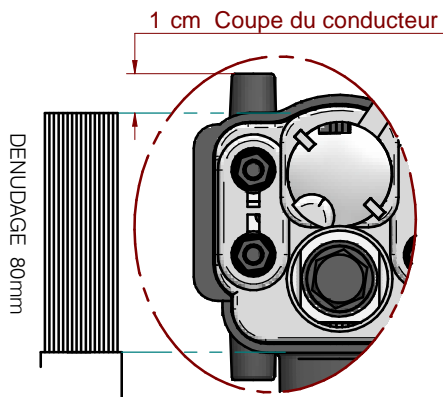

fig. 1
- Dénuder le conducteur à raccorder sur une longueur de 80mm (fig. 1).
- Enfoncer le conducteur dans le tuteur jusqu'en butée (1).